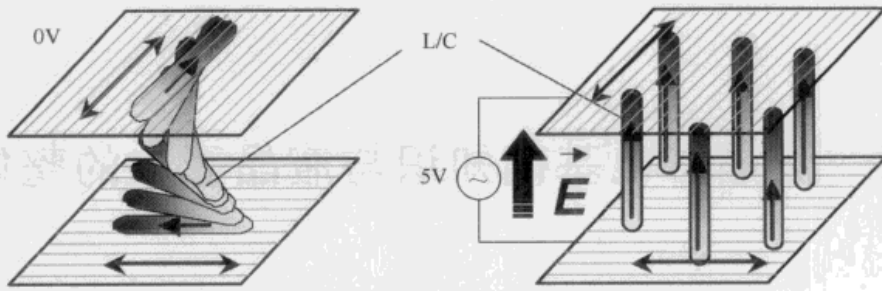

图 1-1 外加电场后液晶分子排列的变化及电光效应
(2)液晶分子在外加电场作用下,液晶分子的排列状态会发生变化,如图 1-1 所示。这种由于外加电场的作用使液晶分子排列变化而引起液晶光学性质(透光度)改变的现象,称为液晶的“电—光效应”。利用液晶的“电—光效应”,可控制显示屏上每个像素的光强而形成所需图像或文字,从而制成液晶显示器件。